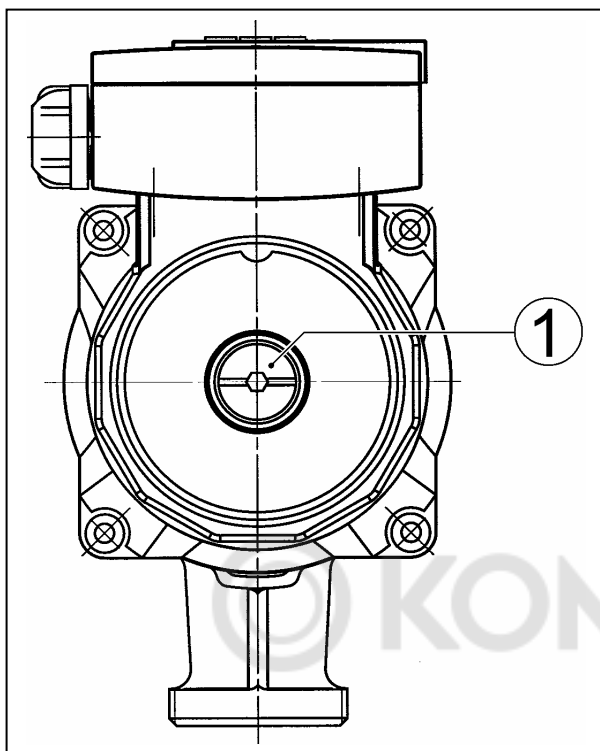

Рис. 1
- ослабьте и осторожно выверните винт для удаления воздуха (рис. 1, поз. 1),